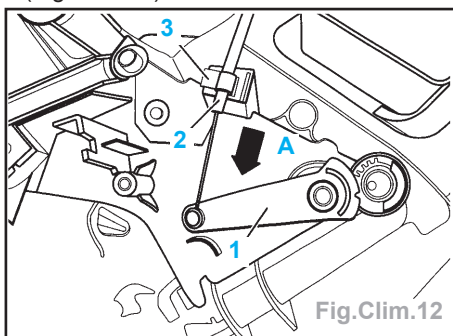

Fig.Clim.12
- Faire pression sur le levier (flèche C), à fond, puis fixer l'étui du câble (1) à l'agrafe (2) (flèche B).
- Fixer l'extrémité du câble d'actionnement (2) au levier du volet central (1) (Fig.Clim.12).
- Régler le câble d'actionnement (voir Fig.Clim.12)